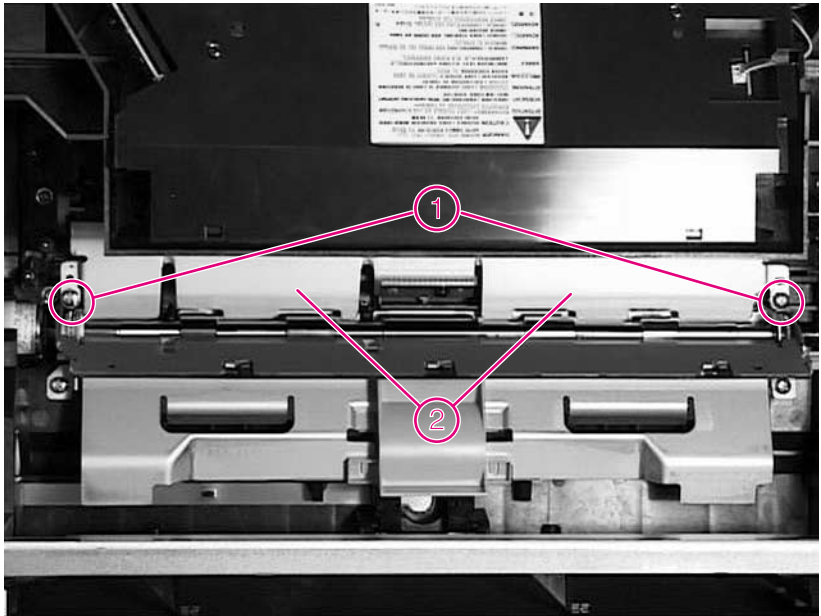

Figure 2 Retrait de la plaque métallique
- 1 Mettez-vous face à l'imprimante, puis ouvrez le couvercle supérieur. Soulevez la petite poignée verte à droite, sur l'unité d'enregistrement. Vous dégagez ainsi la plaque métallique située contre le rouleau de transfert (figure 2, détail 2).